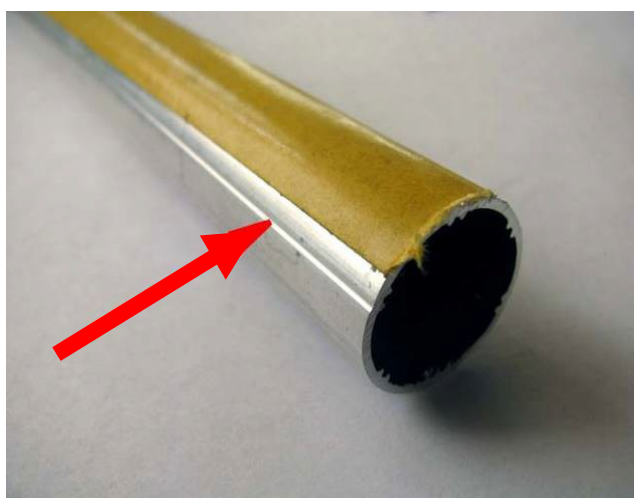

Рис. 2.4
2.1.6. Наклеить ленту клейкую 12 мм на *трубу алюминиевую 19 мм 311030-0000* вдоль продольного паза, показанного стрелкой (Рис. 2.4).